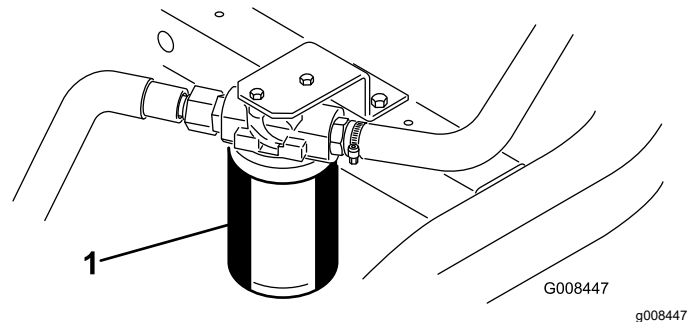

Figura 50
1. Curățați suprafața din jurul zonei de montare a filtrului (Figura 50). Așezați o tavă de golire sub filtru și îndepărtați filtrul.